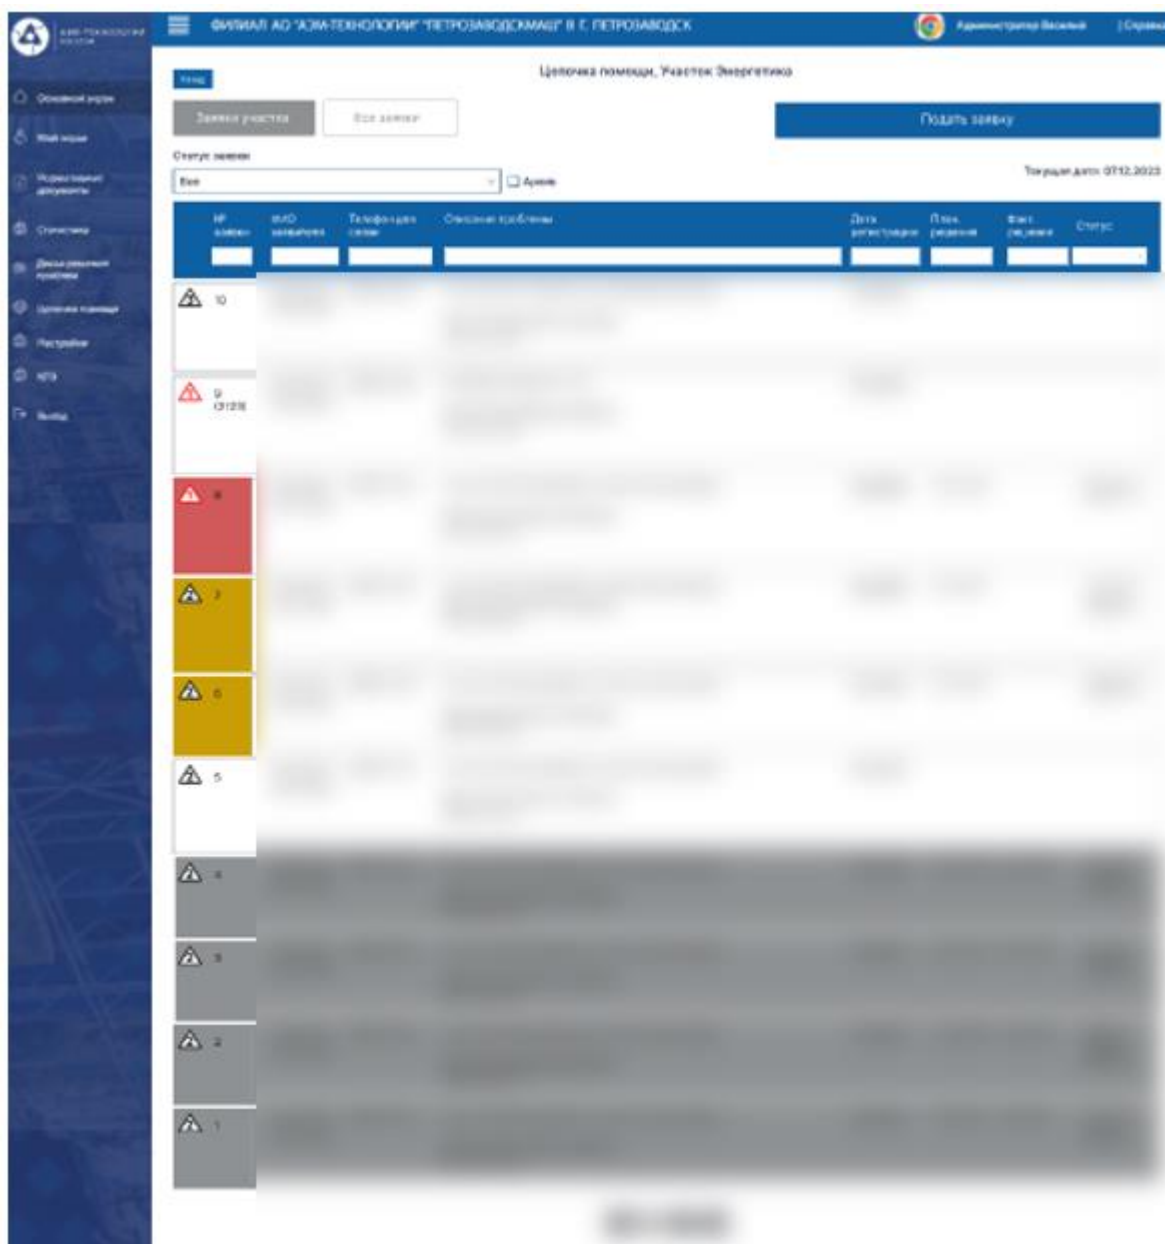

Рисунок 3.11
- Фиксирование выполнения заявок с помощью кнопок «Выполнено» (Рисунок 3.11).